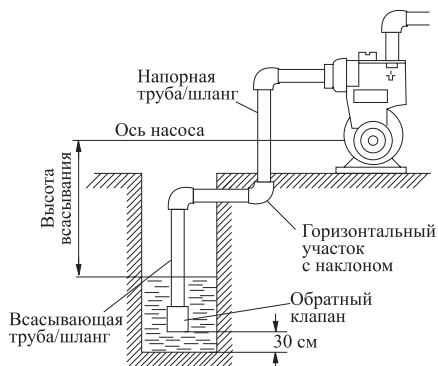

рис. 2
4.4 Присоедините к входному отверстию всасывающую трубу (шланг) и опустите её в воду, как показано на рис.2.
**Внимание!** Для оптимальной работы станции на всасывающую трубу необходимо установить обратный клапан (рис.2).